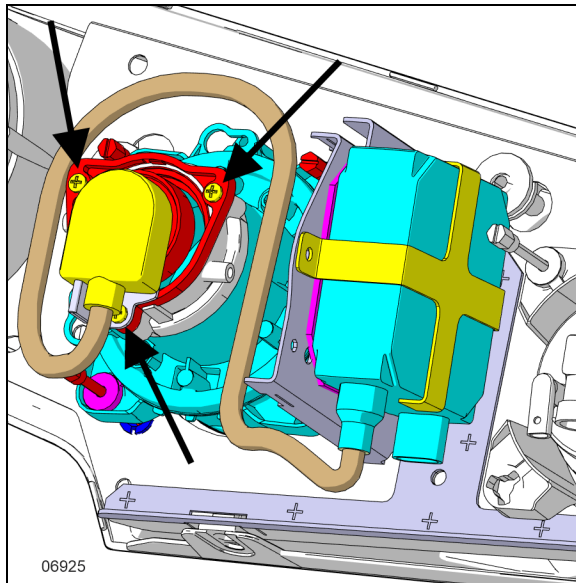

FIGURE 86: PROJECTEUR AU XÉNON
4. Dévisser les trois vis (Figure 86) et retirer le dispositif de retenue et l'ampoule.